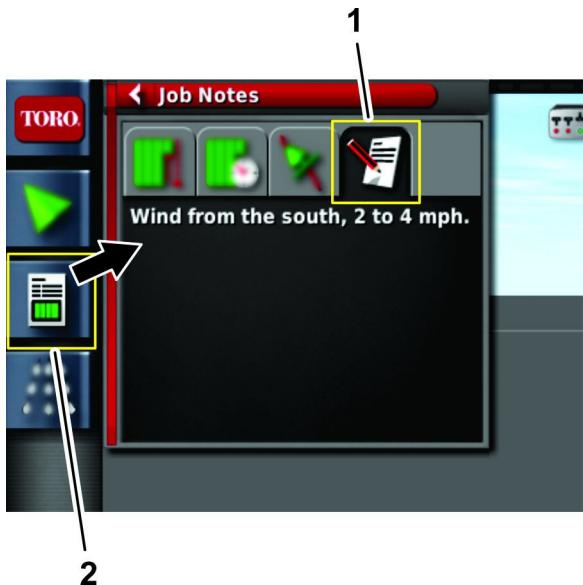

図 87
1. 作業情報アイコンを開く図 87。
2. 作業ノートアイコンを押す図 87。